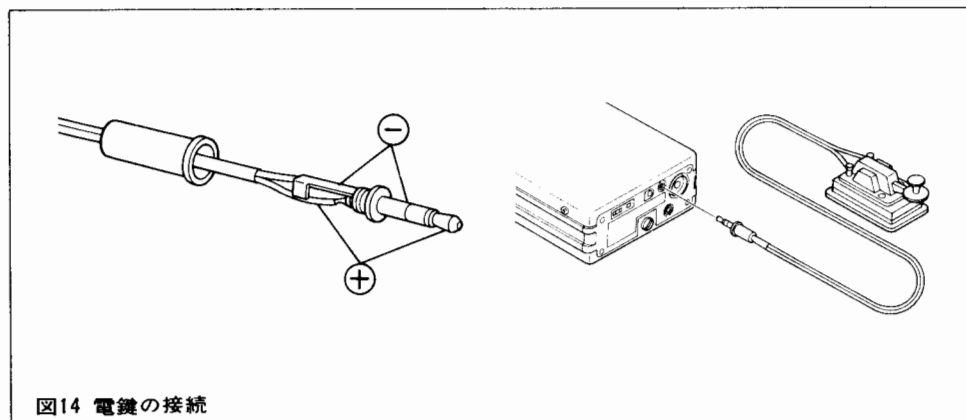

図14 電鍵の接続
モードスイッチ⑰をUSB/CWの位置にして、後面KEYジャック⑳に図14のように電鍵(CWキー)を接続してください。
また内蔵のサイドトーン回路を使ってCWの練習もできます。図14のようにKEYを接続し、モードスイッチをFMにし、信号の入感しないチャンネルでスケルチVOL③を時計方向に回しきってください。電鍵をONするとサイドトーンがスピーカーより、聞こえますのでそれを利用してCWの練習ができます。(この時PTTスイッチを押しますと、電波が発射されますので、必ず受信状態でご使用ください。)